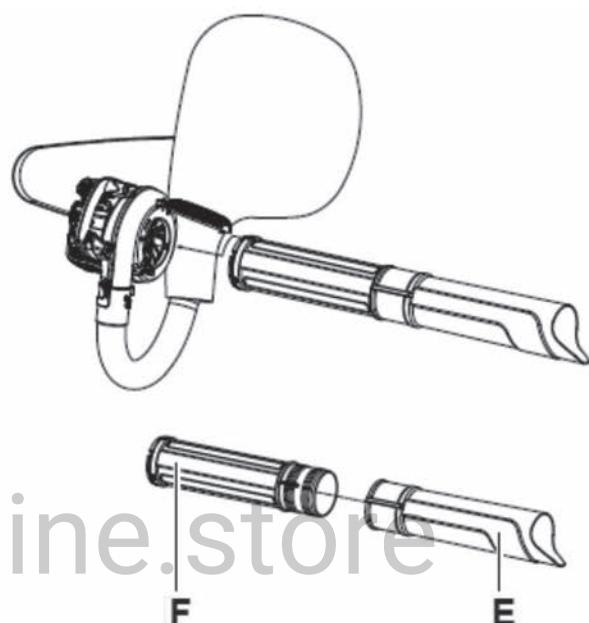

РИС. 7
4) Установите нижнюю вакуумную трубку (Е) на верхнюю вакуумную трубку (F), затем вставьте собранный вакуумные трубы в машину. Поворачивайте трубы по часовой стрелке, пока вакуумные трубы не встанут на место (рис. 7).
1) Затем выверните всю вакуумную трубку против часовой стрелки из машины и поверните части и рассоедините их. (рис.7)